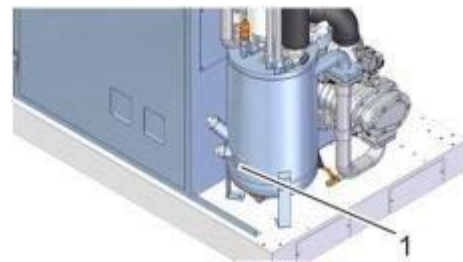

Рис. 34: Пробка наливного отверстия
- ➔ Ослабьте пробку наливного отверстия (Рис. 34 поз.1), осторожно откройте, не потеряв уплотнительное кольцо.